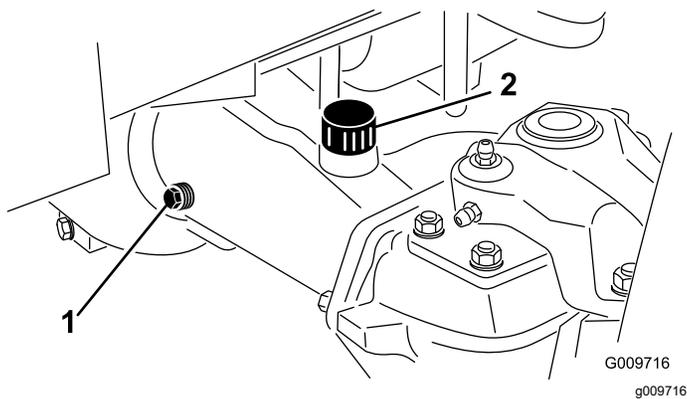

Figura 69
2. Retire un tapón de verificación de un extremo del eje y asegúrese de que el lubricante llega al borde inferior del orificio (**Figura 69**).